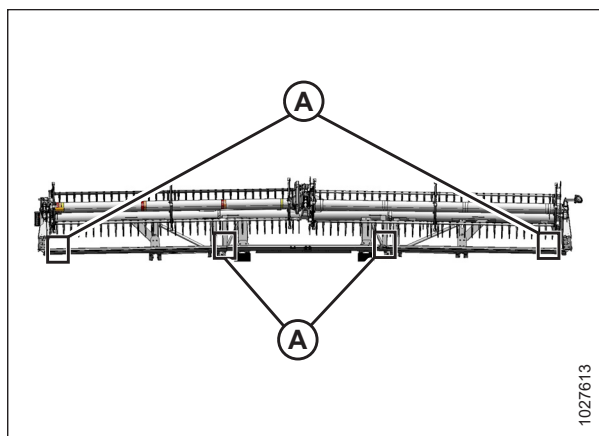

Figura 4.263: Punti di misurazione FlexDraper® – A due aspi
- Testate a due aspi: Figura 4.263, pagina 456